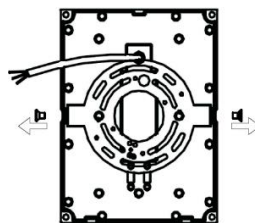

Рисунок 4.
5.5. Снимите крепежную скобу, открутив два винта (см. рисунок 4).